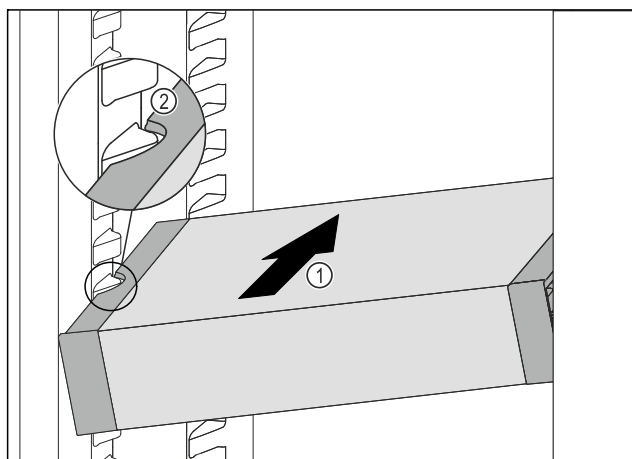

Fig. 123
- ▶ Skub VarioSafe skråt ind i kølesektionen, Fig. 123 (1) indtil udsparingerne i siden Fig. 123 (2) på VarioSafe er på niveau med beholderribben i kølesektionen.